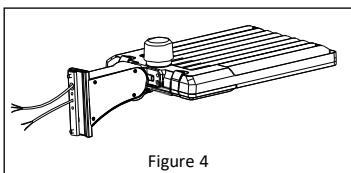

Figure 4
2. Installez le support sur le luminaire, puis refermez le couvercle latéral et serrez le tout en place. **Reportez-vous à la Figure 4.**